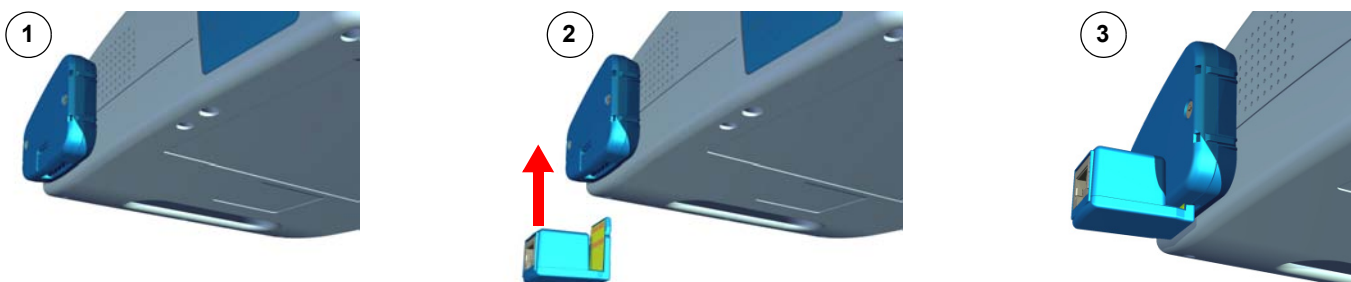

Fig. 5.5 Insertion de l'adaptateur Ethernet dans le boîtier Ethernet
Insérez l'**adaptateur Ethernet** par le bas dans le **boîtier Ethernet** (voir Fig. 5.5).
- Insérez l'**adaptateur Ethernet** dans le **boîtier Ethernet** du **FRED easy®** (voir Fig. 5.5 page 43).